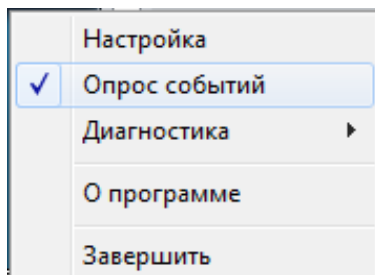

Рисунок 5.123
– запустить программу Сервер архивирования данных из пакета Foundation и загрузить необходимые события в базу данных путем выбора команды **Опрос событий** (см. рисунок 5.123);